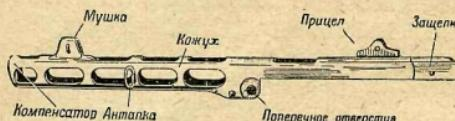

Рис. 3. Ствольная коробка
**6. Ствольная коробка** (рис. 3) служит для крепления в ней ствола и соединения с затворной коробкой.